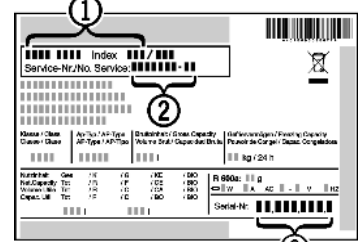

Fig. 56
- ▶ Считать обозначение устройства *Fig. 56 (1)*, сервисный номер *Fig. 56 (2)* и серийный номер *Fig. 56 (3)* с заводской таблички. Заводская табличка находится внутри устройства слева.